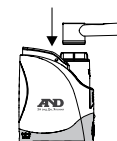

Рисунок 4
- Одягніть насадку для рота на кришку ємності для ліків (див. рис. 4).